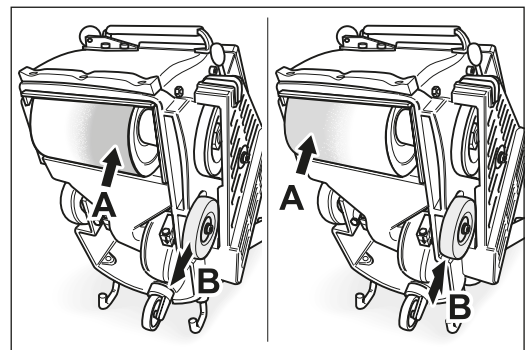

Fig. 36 Si le tambour ponce plus sur le côté A, alors la roue doit être ajustée vers B.
**5** Si la machine **ponce plus du côté de la protection de la courroie, éloignez la roue du boîtier** (fig. 36).
Si la machine **ponce plus du côté de la tôle de recouvrement, rapprochez la roue du boîtier** (fig. 36).